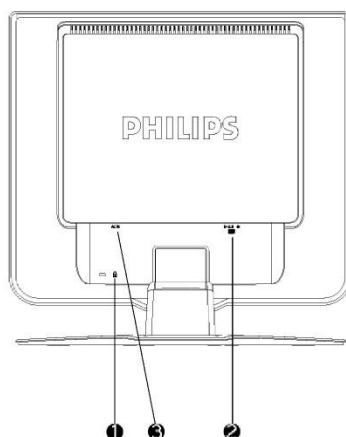

Рисунок 2.3 – Доступ до панелі роз'ємів
2. Зніміть задню кришку монітора, щоб отримати доступ до панелі роз'ємів, до якої підключено інтерфейсний кабель і шнур живлення (рисунок 2.3).